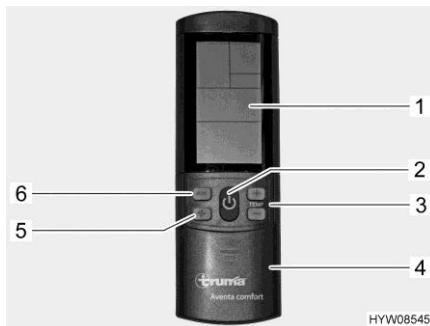

Fig. 174 Telecomando (impianto di climatizzazione)
Accensione: ■ Premere il tasto On/Off (Fig. 174,2). Vengono applicate le ultime impostazioni selezionate.
■ Impostare la temperatura desiderata con i tasti "+" e "-" (Fig. 174,3).
Spegnimento: ■ Premere il tasto On/Off (Fig. 174,2). Si può continuare a controllare l'illuminazione.
- Premere il tasto On/Off (Fig. 174,2).
- Premere il tasto di selezione della modalità di funzionamento (Fig. 174,6) finché non appare il simbolo del raffreddamento sul display (Fig. 174,1).
- Impostare la temperatura desiderata con i tasti "+" e "-" (Fig. 174,3).
- Impostare il grado desiderato del ventilatore con il selettore "VENTILATORE" (Fig. 174,5).
- Premere il tasto di selezione della modalità di funzionamento (Fig. 174,6) finché non appare il simbolo del riscaldamento sul display (Fig. 174,1).
- Impostare il grado desiderato del ventilatore con il selettore "VENT" (Fig. 174,5).
- Premere il tasto di selezione della modalità di funzionamento (Fig. 174,6) finché non appare il simbolo del ricircolo aria sul display (Fig. 174,1).